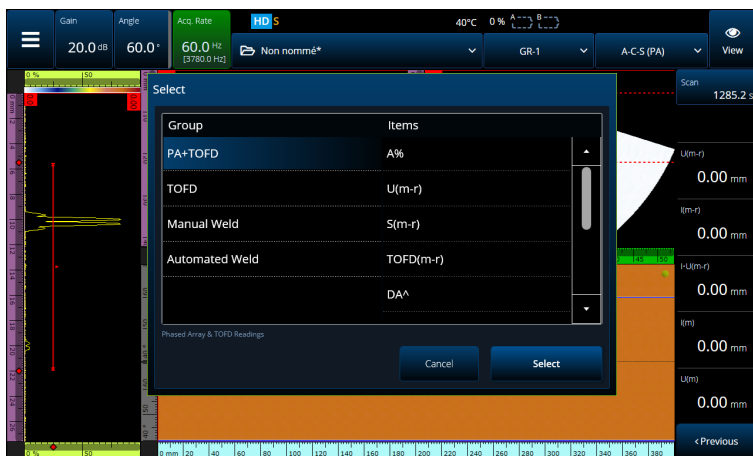

Figura 2-63 Selecionar a lista de leitura
Todas as dez leituras exibidas no lado direito da tela são incluídas em um relatório gerado e salvas em um arquivo de configuração. Você pode mudar facilmente quais parâmetros de UT serão exibidos nas leituras, seja individualmente ou como uma lista. Uma descrição para cada parâmetro é fornecida nas leituras no menu **Select** (selecionar) quando destacado (Figura 2-63 na página 119).
- a) Com **Select Reading List** (selecionar lista de leitura), você pode escolher entre uma lista de leituras pré-configuradas (Figura 2-63 na página 119).